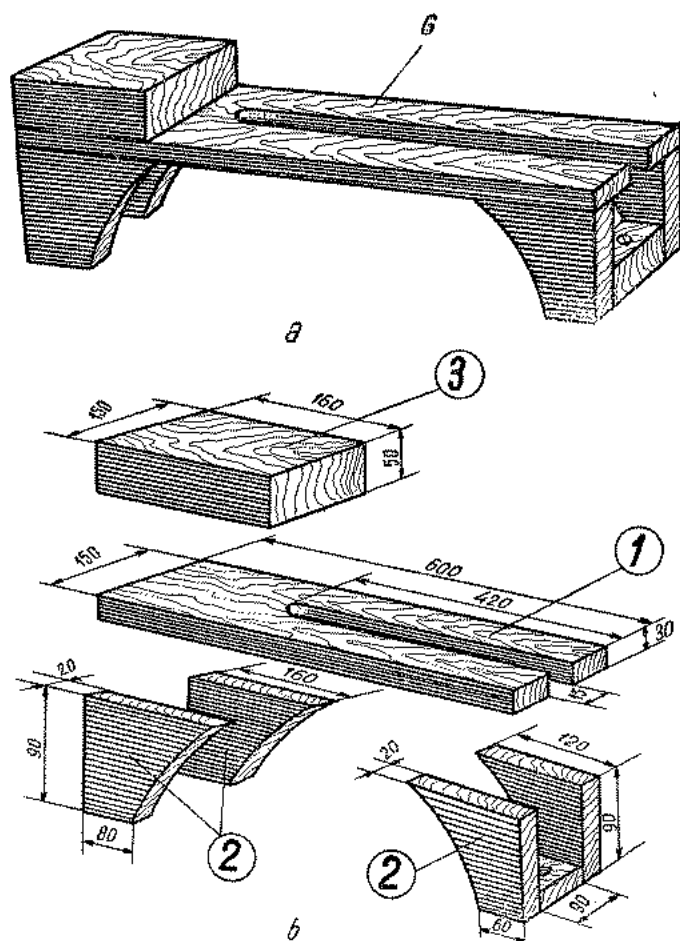

Fig. 3.
Dintr-o scîndură de fag groasă de 30 mm (fig. 3 b), lungă de 600 mm și lată de 150 mm executați partea principală a batiului (1). Ea trebuie să aibă muchiile foarte paralele. De acest paralelism depinde buna centrare a tuturor accesoriilor ce se fixează pe strung. Suprafețele întregului batiu vor fi bine rindeluite, iar muchiile puțin teșite.